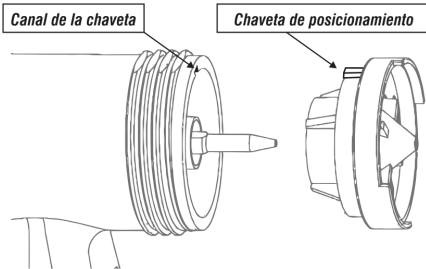

Fig. 9 – Montaje de la tapa de aire
- Para montar nuevamente la tapa de aire se debe encajar la chaveta de posicionamiento en su encaje, de acuerdo a la Fig. 9. Monte los demás componentes;